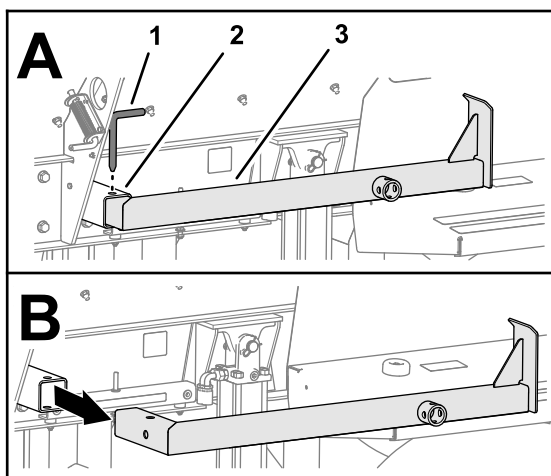

Figura 22
4. Rimuovete il perno della gamba del cavalletto dalla gamba posteriore del cavalletto e rimuovete la gamba del cavalletto dal relativo tubo (Figura 22).